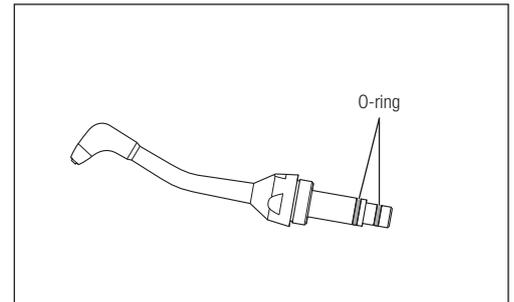

Fig. 46
- 2) Rimuovere gli O-ring dalla base del beccuccio utilizzando un ago (Fig. 46). Pulire le scanalature dell'O-ring dagli eventuali residui di polvere prima di inserire il nuovo O-ring.